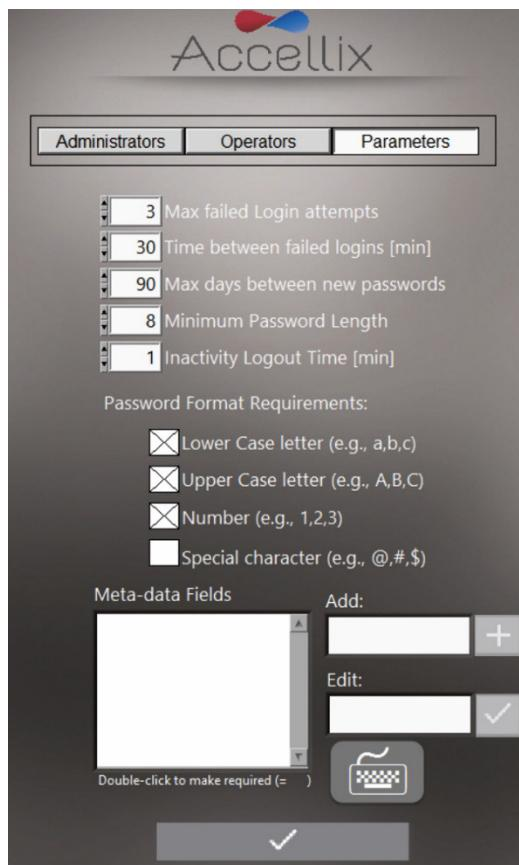

Abbildung 12: Anmeldeparameter-Optionen
1. Tippen Sie auf **Parameters** (Parameter) oben auf dem Bildschirm **Personnel** (Personal). Es werden alle veränderbaren Anmeldeparameter (Abbildung 12) angezeigt: